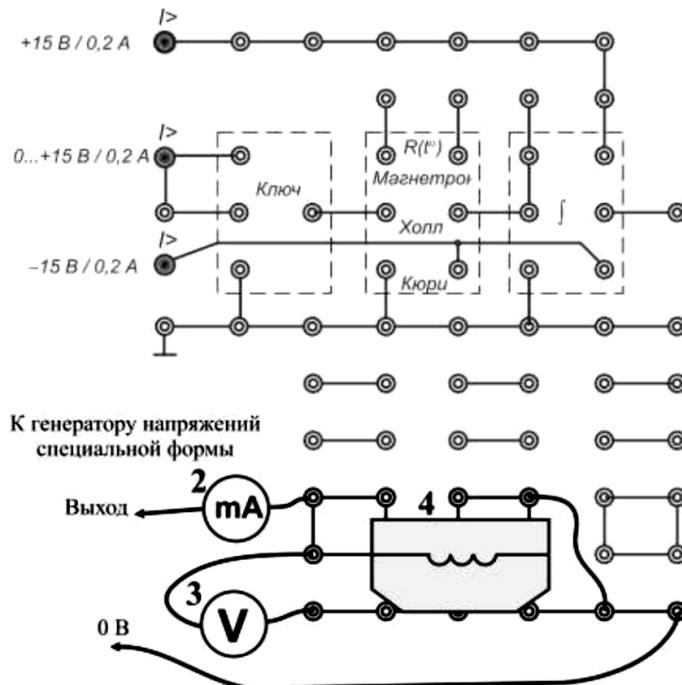

Рис. 2. Монтажная схема; 2, 3, 4 – см. рис. 1
2. Соберите электрическую цепь по монтажной схеме, приведенной на рис. 2, подключив катушку L без сердечника.